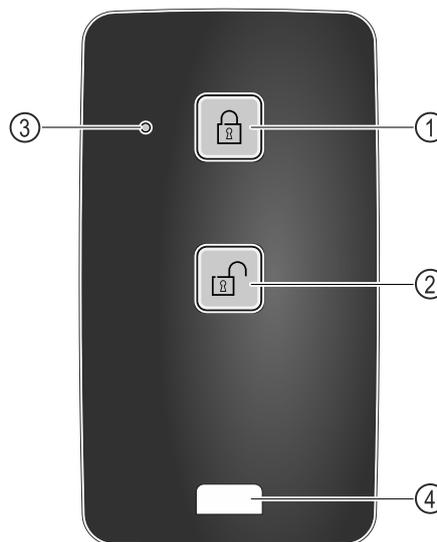

Fig. 249
- (1) Bloccare la serratura
- (2) Sbloccare la serratura
- (3) LED di stato
- (4) Occhio di fissaggio
- Premere il tasto Fig. 249 (1) sul telecomando.
- Premere il tasto Fig. 249 (2) sul telecomando.
- Il LED di stato Fig. 249 (3) fornisce un feedback visivo quando viene premuto un pulsante.
- Occhio Fig. 249 (4) per agganciare il telecomando, ad esempio a un portachiavi.